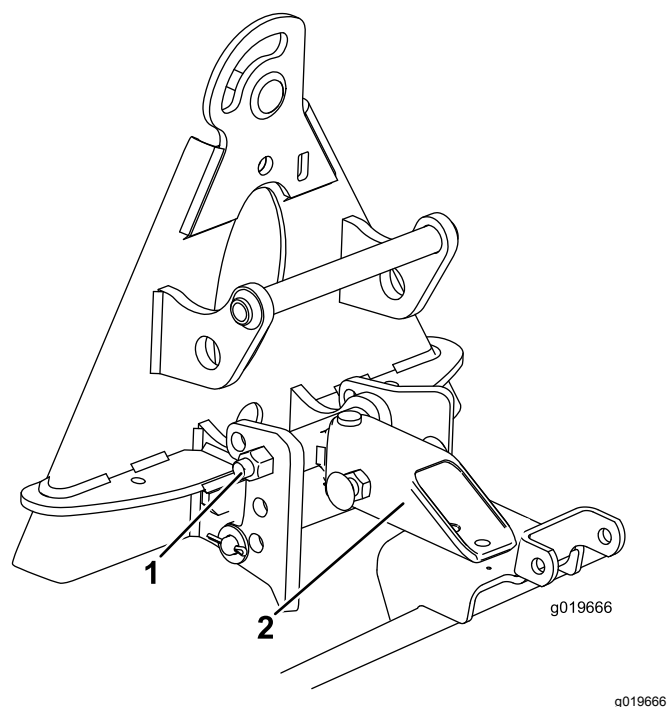

Рисунок 13
1. Закрепите узел сцепного устройства в верхних отверстиях упорного кронштейна (Рисунок 13).
2. Выровняйте длинную сторону клиновидной трубы вниз и прикрепите ее к верхней стороне узла подвеса (Рисунок 13).